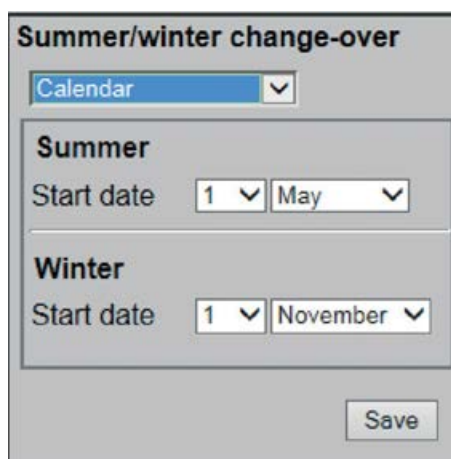

Fig. 34: Calendario
4. ▶ Si elige «*Calendario*» como tipo de control, también tiene que establecer la fecha de inicio de verano y la fecha de inicio de invierno (Fig. 34).